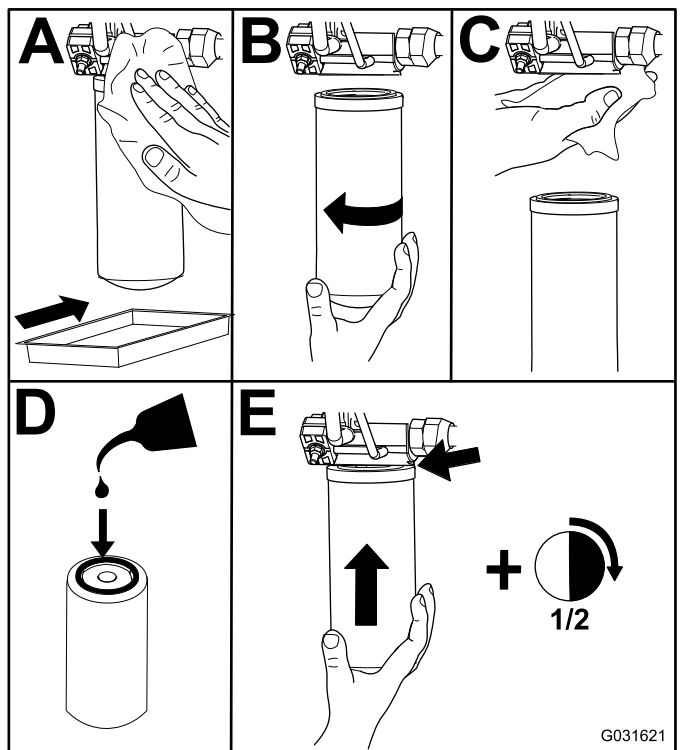

Figura 84
2. Cambie los filtros hidráulicos (Figura 84).